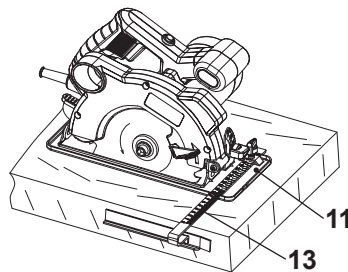

Fig. 11
1. Fixar o guia paralelo (13) ao produto conforme descrito acima e ajustar à largura desejada.
3. Colocar a placa base (11) plana sobre a peça de trabalho e orientar o produto lateralmente ao longo do bordo (Fig. 11).